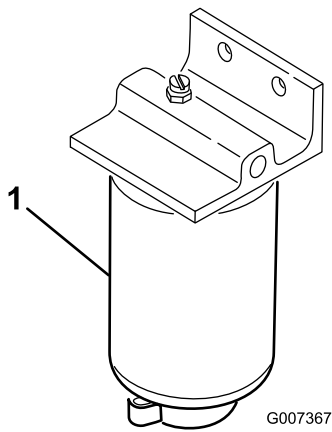

Рисунок 49
1. Подставьте под топливный фильтр чистую емкость (Рисунок 49).
2. Очистите область крепления стакана фильтра (Рисунок 49).